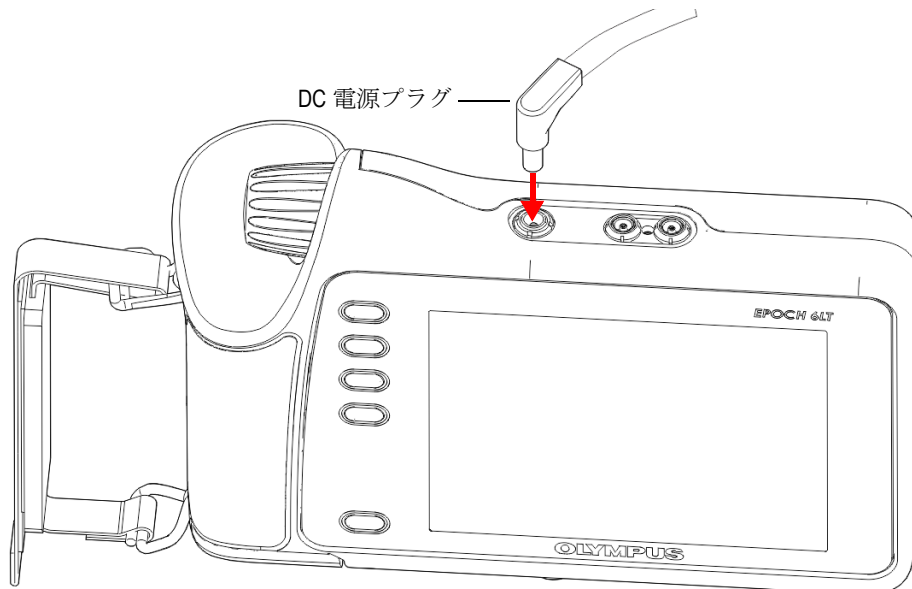

図 3-1 DC 電源プラグの接続
2. AC 電源コードの反対側を AC チャージャー / アダプターの AC コネクタに挿入します (38 ページの 図 3-1 を参照)。